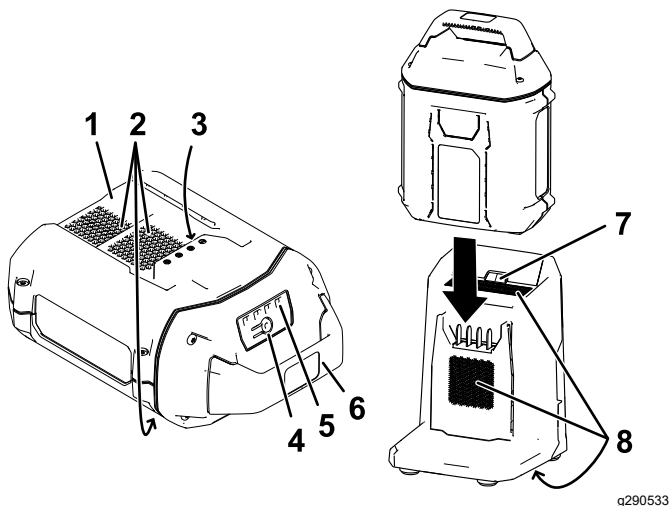

Bild 26
2. Fluchten Sie das Loch im Akkupack (Bild 26) mit der Zunge am Ladegerät aus.
3. Schieben Sie den Akkupack in das Ladegerät, bis es einrastet (Bild 26).